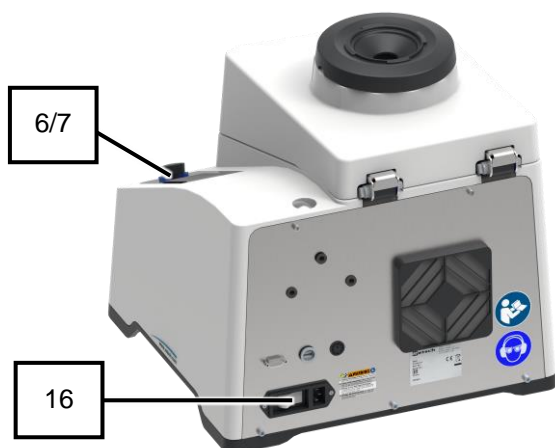

図 18: 本体背面の電源スイッチ
- タッチパネル (6) が起動し、コントロールノブ (7) の背景が一時的に青く点灯します。
2. タッチパネル (6) の  を押して、本体カバー (2) のロックを解除します (図 18)。
3. 本体カバー (2) を開きます。
- 本体カバー (2) が開いて、本体内部 (10) が見える状態になりました (図 18)。